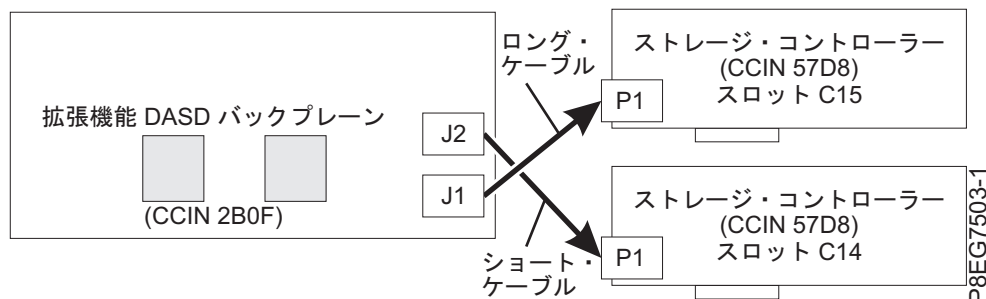

図 20. 拡張機能構成での SAS ケーブルの再接続
- 長い SAS ケーブルは、下部のディスク・ドライブ・バックプレーン・コネクタ (J1) からスロット P1-C15 にある SAS RAID 内部アダプターの P1 コネクタに接続されています。図 20を参照してください。